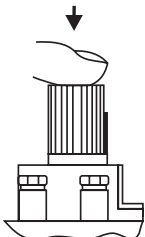

Рис. 8.
- 7.1. Установка ручки управления давления в требуемое положение производится путем легкого нажатия и поворот в нужное положение (рис. 8).